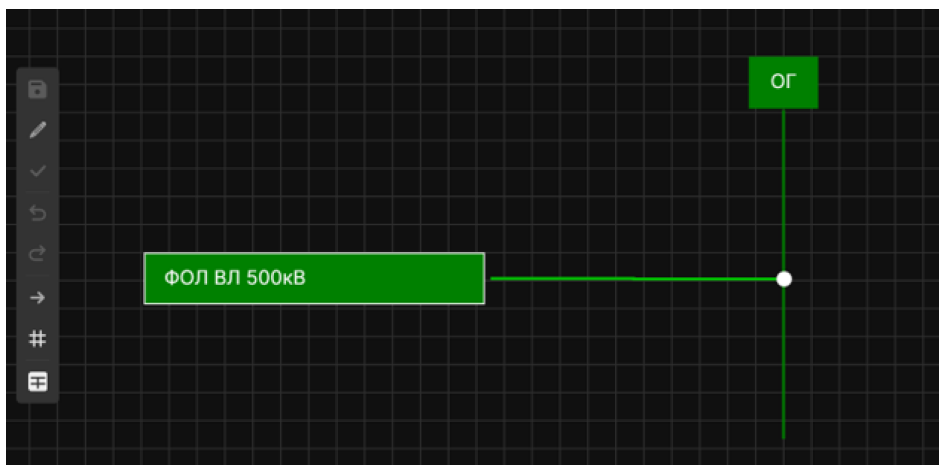

Рисунок 59. Минимальный набор объектов для проверки схемы
- связать хотя бы один объект типа ПОр и типа УВ связью: либо напрямую (Рисунок 59), либо через другие объекты на схеме.